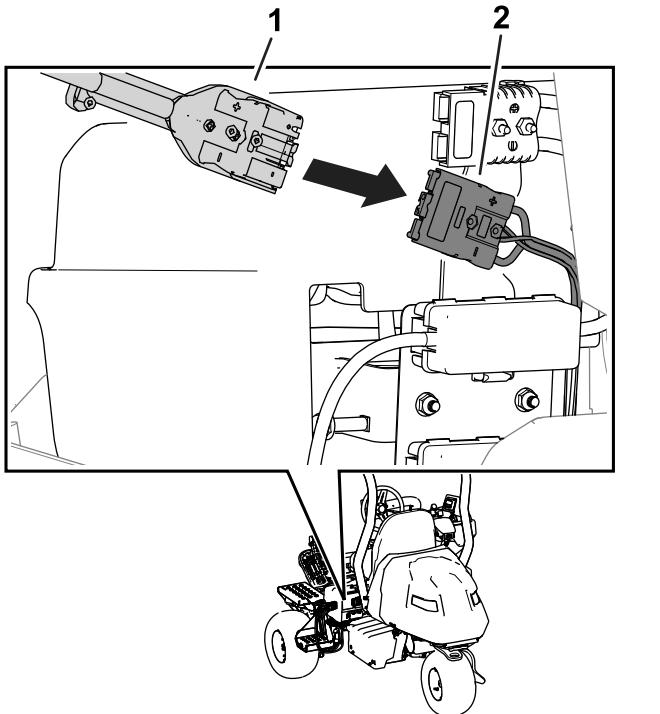

Рисунок 35
7. Вставьте разъем выхода зарядного устройства в разъем для зарядного устройства на машине (Рисунок 35).